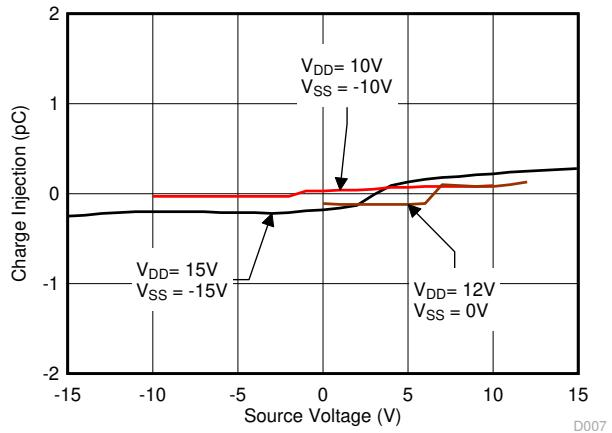

図 7-16. 電荷注入とソース電圧との関係
TMUX6119 は、図 7-16 に示されるように、特殊な電化注入キャセル回路を採用しており、ソース (SA または SB) からドレイン (D) への電荷注入を、 $V_S = 0V$ の条件下で最大 0.19pC まで低減します。